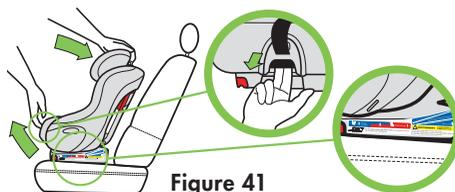

Figure 41
- Inclinez complètement le siège d'auto à la position d'inclinaison #3 en tirant sur la poignée d'inclinaison. Voir **Figure 41**.